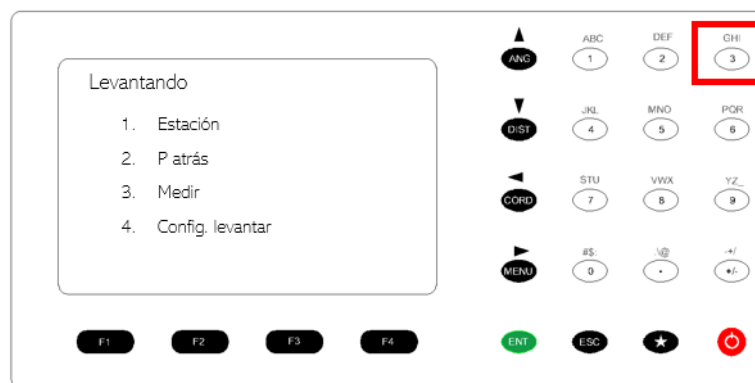

Figura 107. Menú de medición.
39. En la nueva ventana, seleccionar la opción 3. Medir, para poder ingresar al menú de medición. Figura 107.